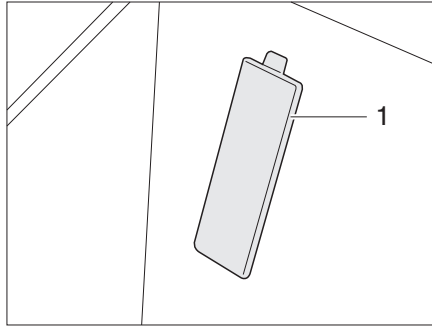

Bild 386 Abdeckung Fahrgestellnummer
- ▷ Die Fahrgestellnummer befindet sich bei Fahrzeugen auf Fiat-Basis hinter einer Abdeckung (Bild 386,1) im Einstieg auf der Beifahrerseite.